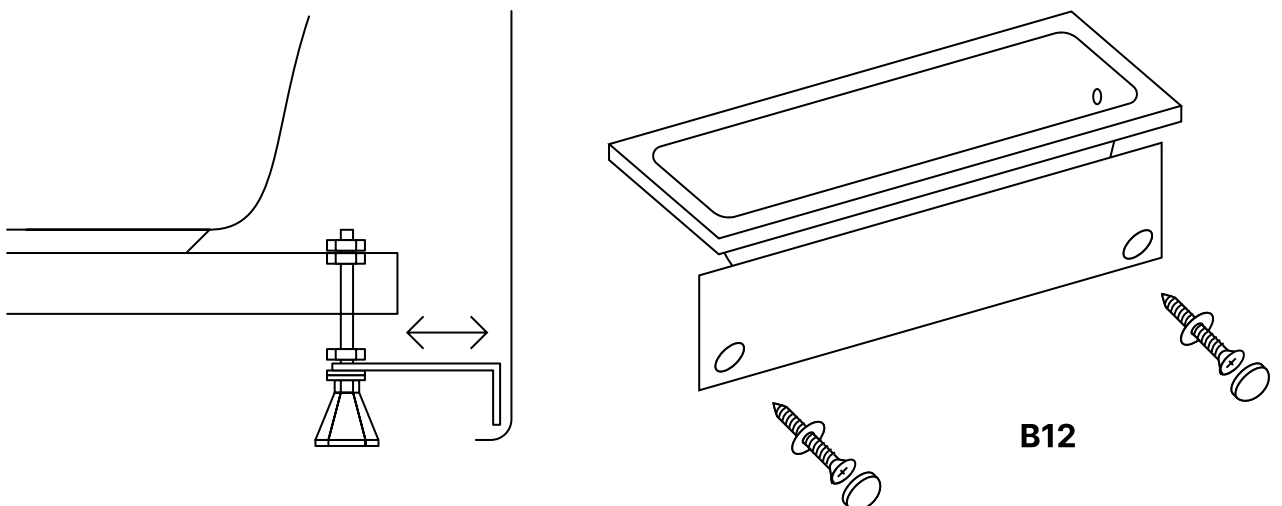

рисунок 13
- 7.2. Зафиксируйте экран саморезами (B12) к Г-образному держателю экрана - рисунок 13.